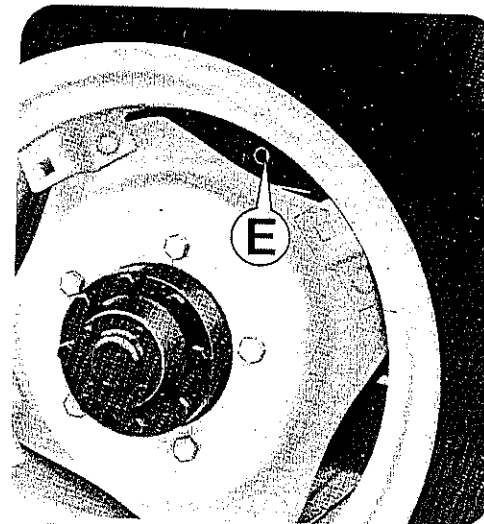

Fig. 29
- E - Snodo superiore ruote Fig. 29
- E - Wheels upper joint Fig. 29
- E - Rotule supérieure roues Fig. 29
- E - Aflojamiento superior rueda Fig. 29